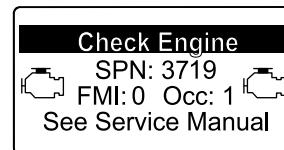

Bild 47
- Wenn eine Wiederherstellung-Regenerierung erforderlich ist, wird im InfoCenter die Motorwarnung SPN 3719, FMI 16 (Bild 47) angezeigt, und der Computer verringert die Motorleistung auf 85 %.